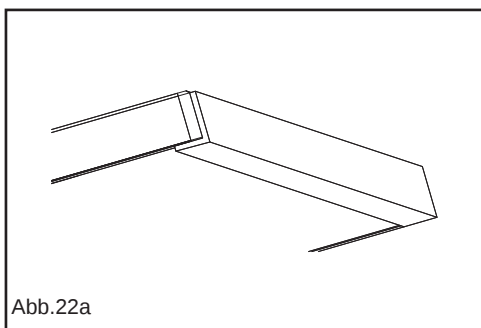

Abb.22a
- Die Schutzklebdichtung an der Glashaube aufkleben (Abb. 22a).